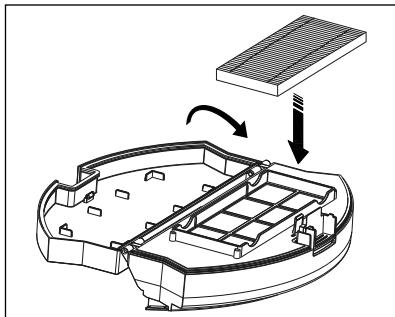

Fig. 13
- 8) Placez à nouveau le filtre EPA **7** dans le compartiment et refermez le bac à poussière **16** (voir fig. 13).